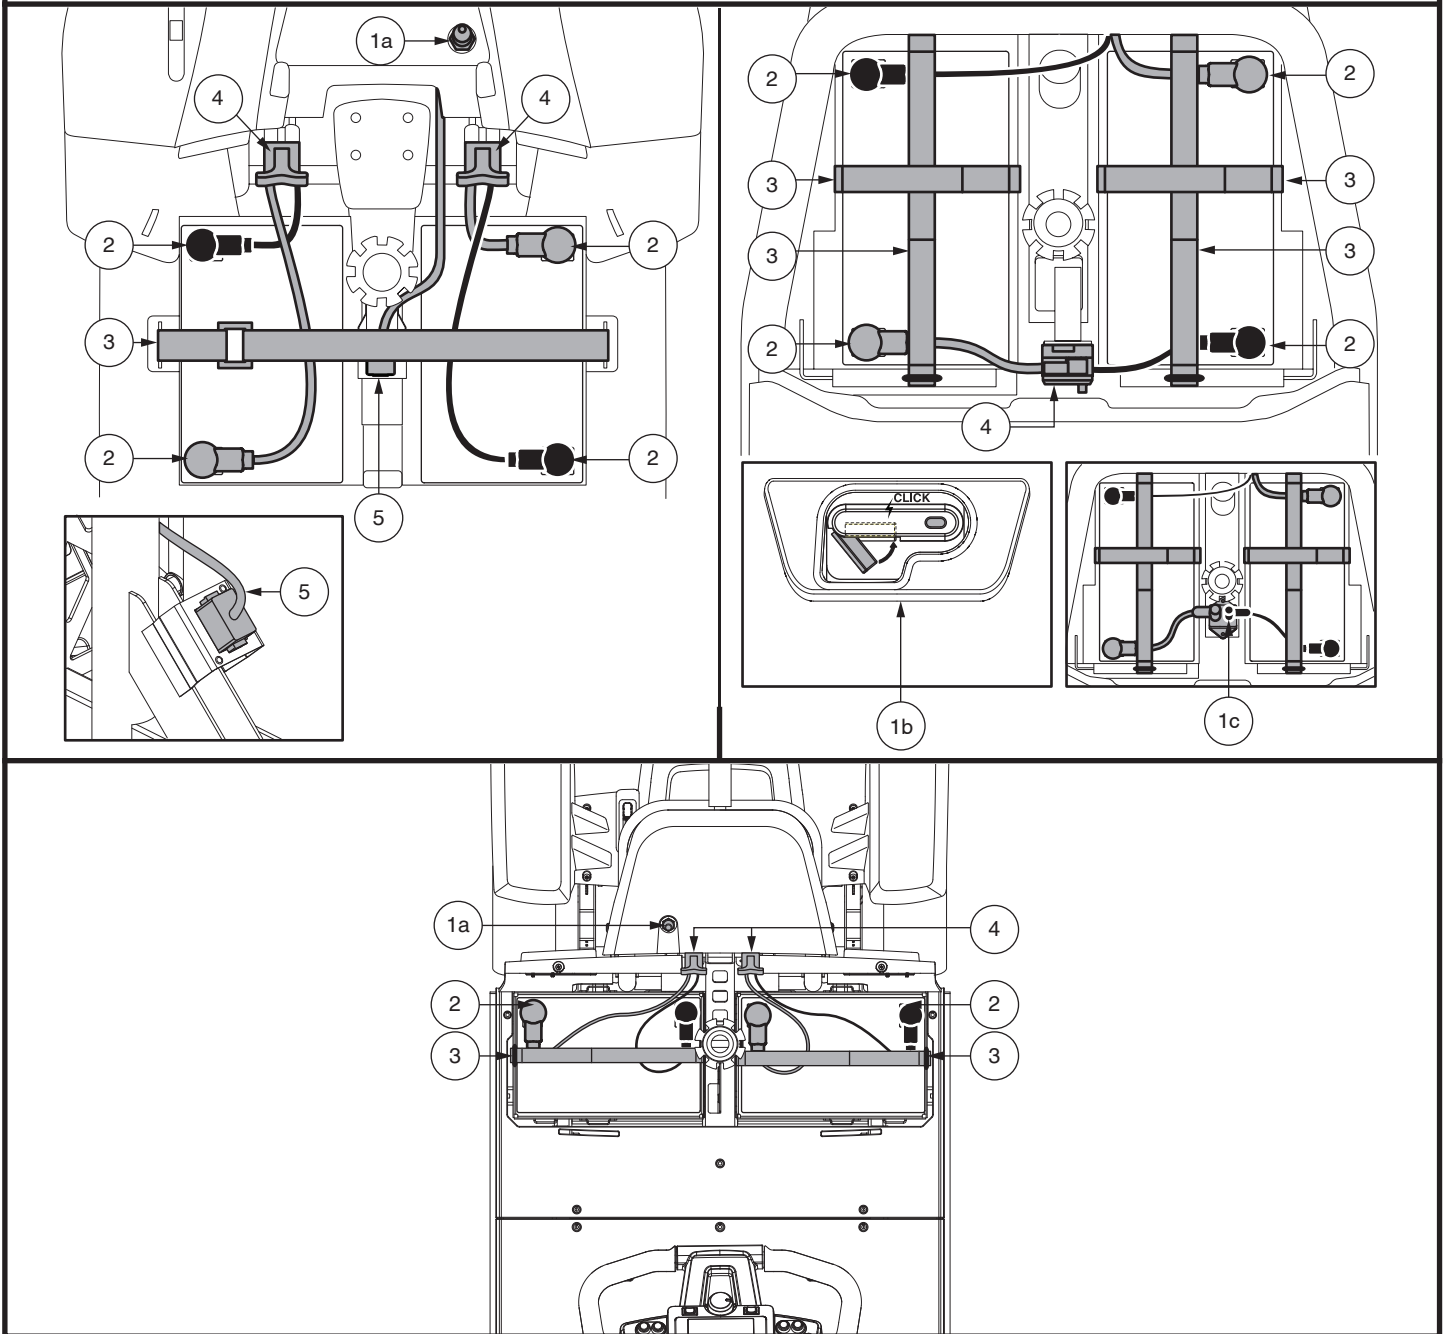

Figura 16. Remoción de la batería / Instalación de Terminales y Conexiones
- Coloque una nueva batería en cada espacio destinado a las baterías. Las terminales de la batería deben mirar en sentido contrario al asiento, con las terminales positivas (+) y negativas (-) posicionadas tal como se indica en la figura 16.
NOTA: Los modelos 614 y 714 usan cinchas para batería para fijar las baterías a los espacios destinados a las baterías. Por favor, vea la figura 16 para conocer los procedimientos de instalación de cinchas de batería.
¡ADVERTENCIA! Cuando se enfrente a una situación de emergencia, las baterías se pueden desconectar rápidamente tirando hacia ADELANTE de la correa de desconexión de emergencia de la batería. Con precaución. Tenga en cuenta que apagar el scooter puede hacer que se detenga abruptamente. Para liberar la parada de emergencia y restaurar la capacidad de conducción del scooter, retire el asiento y la cubierta de la batería y vuelva a conectar el conector de la batería como se muestra en la Figura 16.